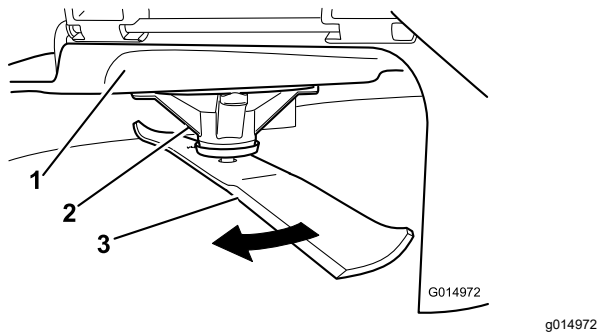

Figura 65
2. Llevando guantes fuertemente acolchados u otro tipo de protección apropiada para las manos, gire lentamente la cuchilla hasta una posición que permita medir la distancia entre el filo de corte y la superficie nivelada en la que descansa la máquina (Figura 65).